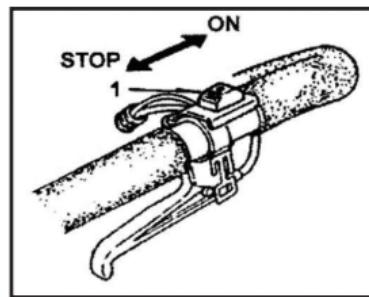

Рис.7
- Остановка. Снизить скорость двигателя и переместить выключатель зажигания в положение остановки STOP . (Рис.7)